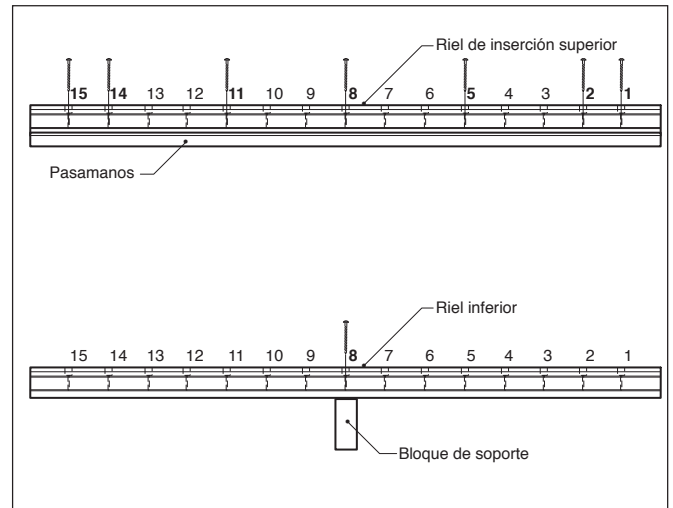

Fig. 1
Paso 3: Une el bloque de soporte en la parte inferior del riel inferior de 2x4 con el tornillo de 4 plg. El bloque de soporte se instala debajo del orificio 8. Si el riel no fue recortado de forma pareja en ambos lados, busca el orificio más cercano al centro para asegurar el bloque de soporte. Si ese orificio no fue pretaladrado, hazlo con una broca de taladro de 1/8 plg. **(Fig. 1)**